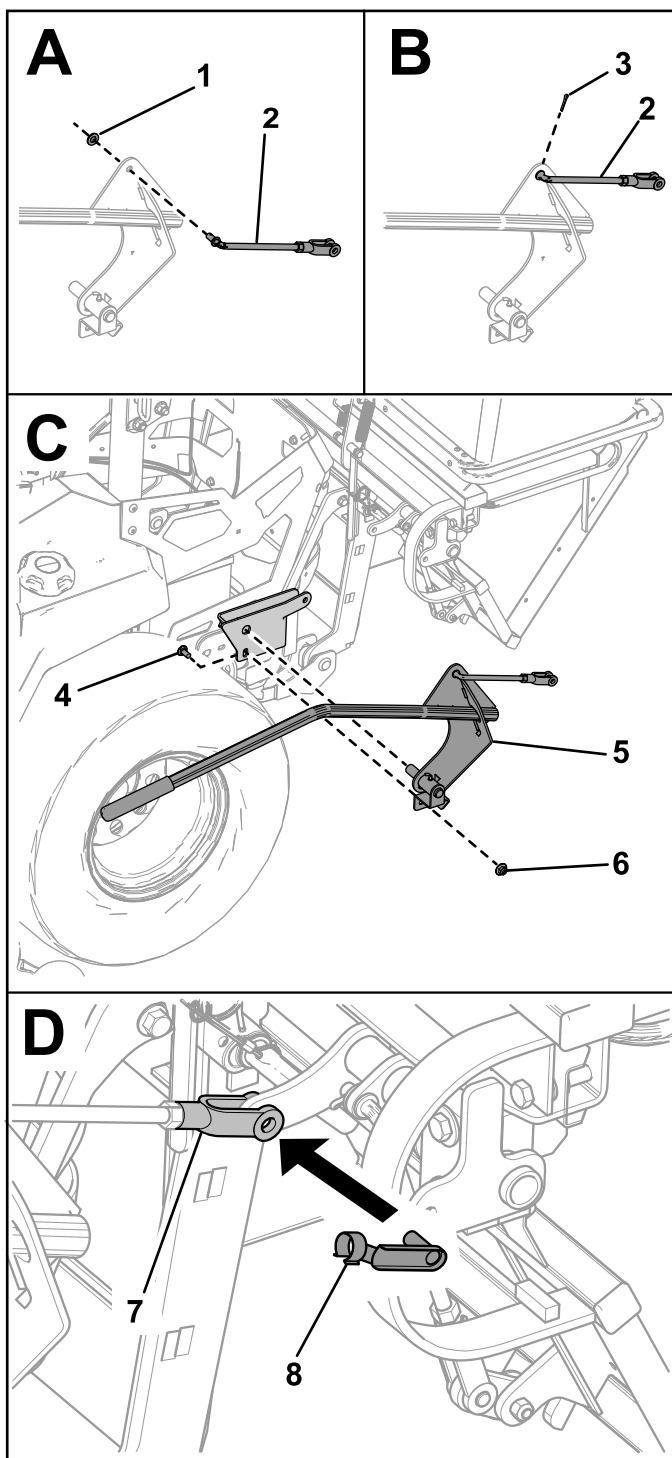

Figure 16
1. Insérez la tringle dans la poignée et installez la rondelle (Figure 16).
2. Fixez la tringle sur la poignée à l'aide de la goupille fendue (Figure 16).
3. Fixez la poignée sur le support de pivot à l'aide du boulon de carrosserie ($\frac{3}{8}$ x $\frac{7}{8}$ po) et du contre-écrou ($\frac{3}{8}$ po), comme montré à la Figure 16.
4. Faites pivoter la tringle de la poignée de la trémie vers le haut et fixez-la avec un axe de chape élastique (Figure 16).